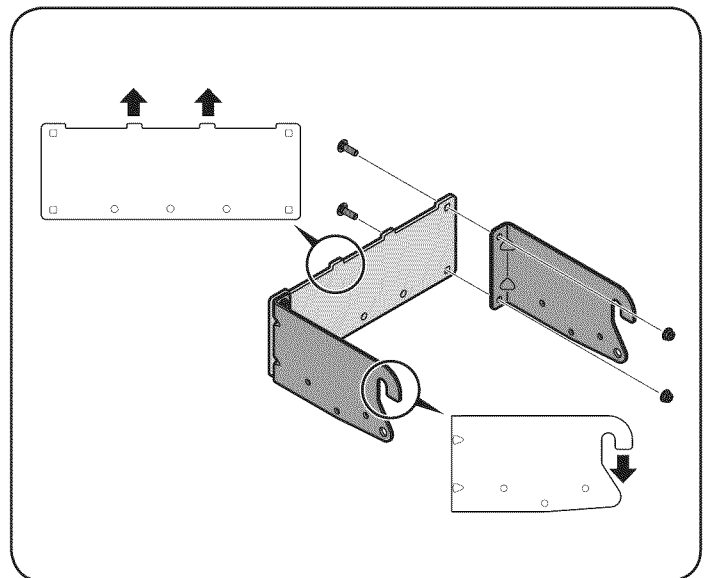

Figure 3
1. Una las ménsulas de enganche de ambos lados a la ménsula de unión trasera universal con los dos pernos del carro (710-0276) y las tuercas de seguridad con brida (712-04063) empacadas con las ménsulas de montaje. Coloque las ménsulas con los ganchos de las ménsulas del lado derecho y lado izquierdo de la podadora mirando hacia abajo, y las lengüetas de la ménsula de unión trasera universal mirando hacia arriba. Vea la Fig. 3.